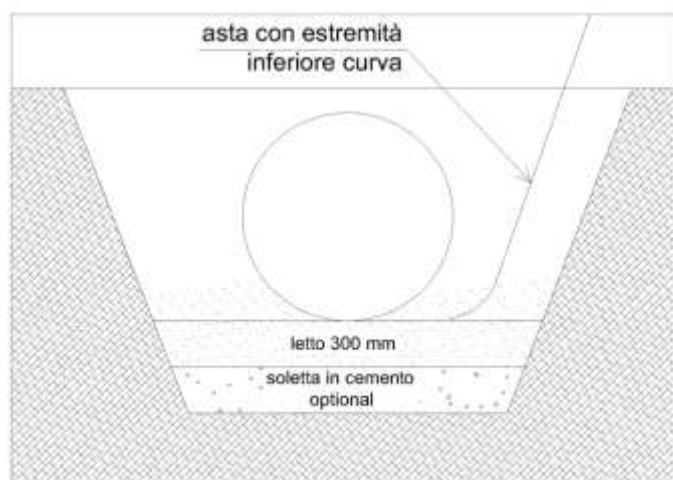

Figura 4-7 ELIMINAZIONE VUOTI CON ASTA CURVA
- Utilizzare un'asta sufficientemente lunga per arrivare al disotto del manufatto. Nel caso di pareti dello scavo semi-perpendicolari, è importante che l'asta abbia l'estremità inferiore curva (vedere Figura 4-7);